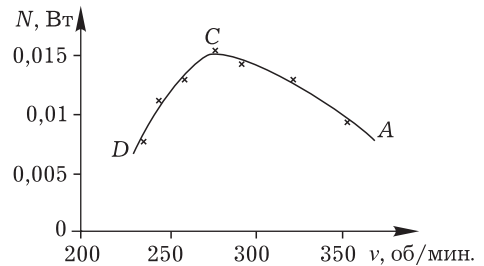

Рис. 5
Очевидно, что чем больше масса груза  $m$ , тем меньше частота оборотов вала двигателя  $v$ . Поэтому, измерив время подъёма грузов разных масс и пользуясь формулами (1) и (2), можно построить зависимость  $N(v)$ . Это и было сделано. График полученной экспериментально зависимости  $N(v)$  показан на рис. 5.
Из рисунка видно, что мощность двигателя максимальна при частоте оборотов вала двигателя около 285 об/мин. Почему же мощность двигателя при уменьшении частоты оборотов сначала растёт, а затем падает (участки AC и CD на рис. 5)? Как это можно качественно объяснить? Для ответа на вопрос нужно ещё раз вникнуть в принцип работы двигателя и учесть, что мощность пропорциональна произведению действующей на поршень